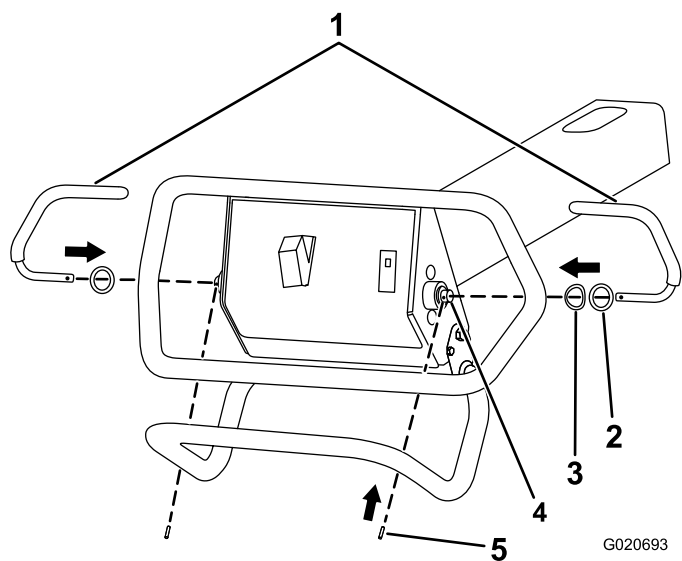

Figura 7
1. Introduzca una barra de control en el extremo izquierdo del eje de giro (Figura 7).
2. Alinee el taladro de la barra con el taladro del eje de giro (Figura 7).
3. Introduzca el pasador cilíndrico por los taladros de la barra de control y del eje de giro (Figura 7).
4. Introduzca una barra en el extremo derecho del eje de giro (Figura 7).
5. Alinee el taladro de la barra con el taladro del eje de giro (Figura 7).
6. Introduzca el pasador cilíndrico por los taladros de la barra de control y del eje de giro (Figura 7).